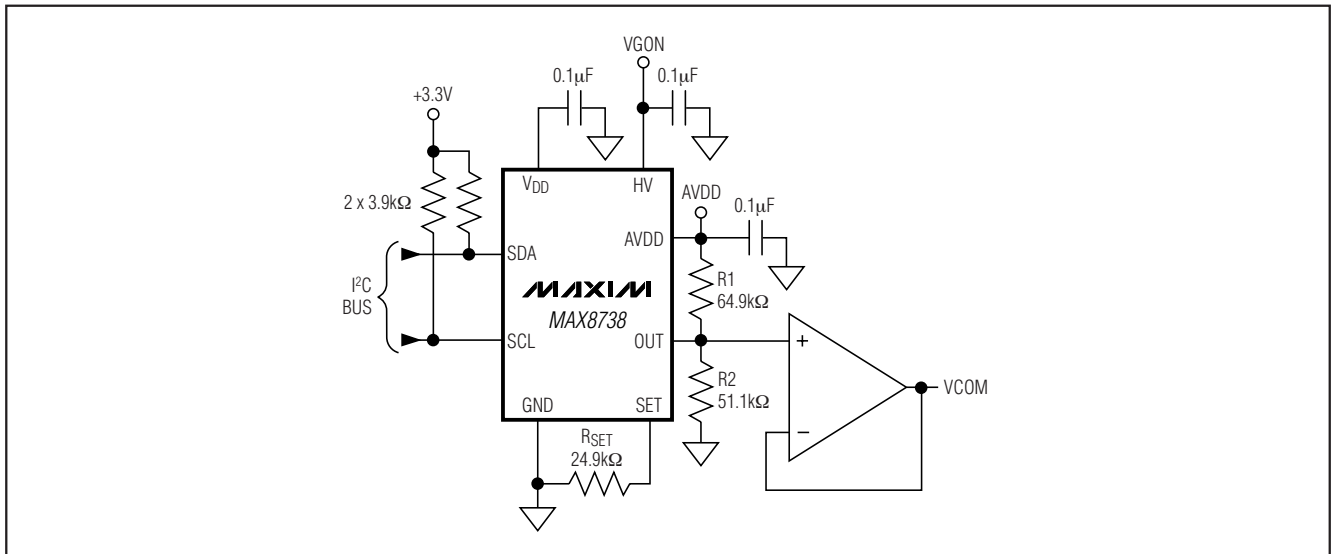
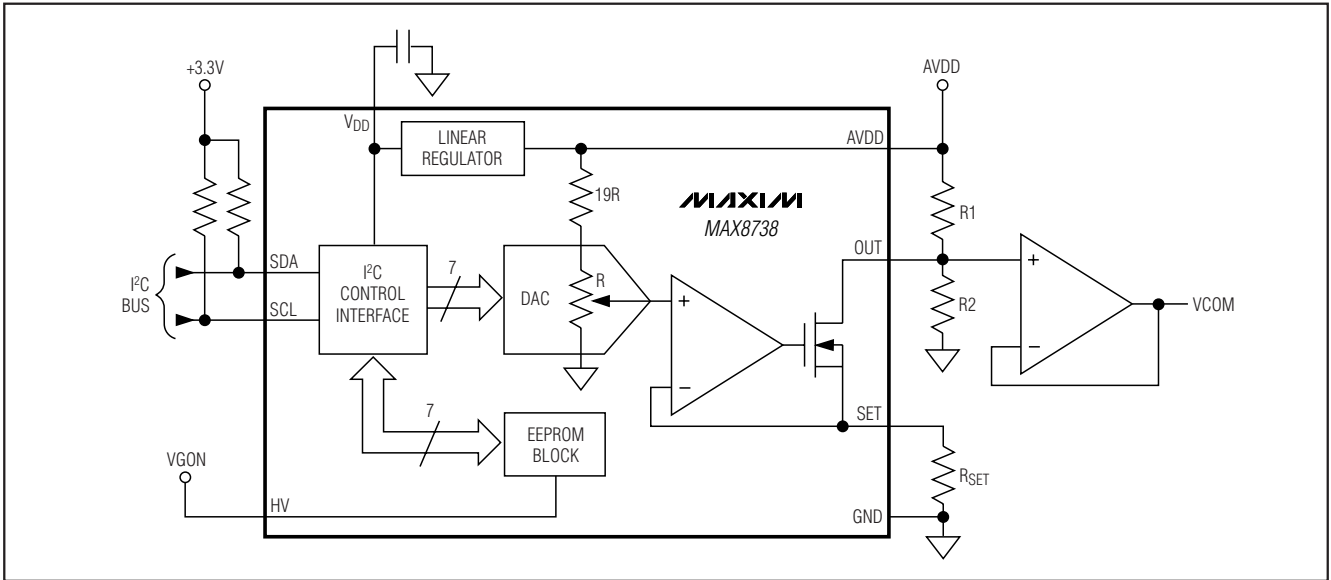

图2. 标准应用电路
图3. 简化功能框图
MAX8738是固态电位器，可以替换机械电位器，用来调节TFT LCD显示器的LCD背板电压（VCOM）。MAX8738连接一个外部电阻分压器，并吸收可编程电流（ $I_{OUT}$ ），用来设置VCOM电压（见图2）。由内部7位DAC控制吸入电流，允许用户提高或降低VCOM电压（见图3）。DAC输出与 $V_{AVDD}$ 成比例，并在整个工作范围内保证单调。用户可将DAC的设定值存储在内部EEPROM中。上电时，EEPROM将DAC预置到上一轮的存储值。通过LCD面板与编程电路之间的2线I2C接口调节DAC，并对EEPROM进行编程。
- 1) 将 VCOM 缓冲器和 R1/R2 组成的分压器靠近 OUT 引脚放置（见图 2）。